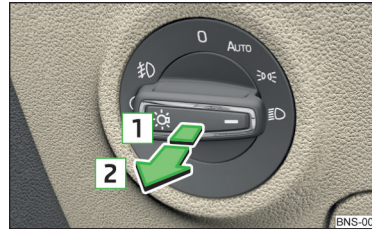

Abb. 70
- ✓ Der Lichtschalter befindet sich in der Stellung **AUTO**,  oder  » Abb. 70.